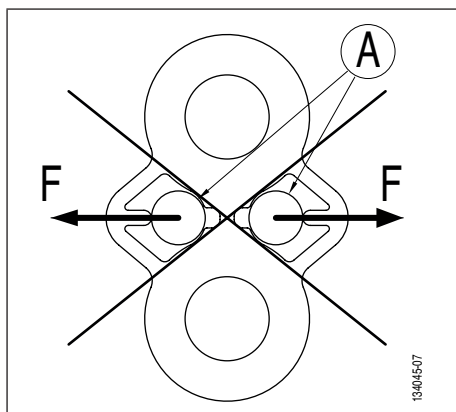

Fig. 5
⚠ PERICOLO: E' severamente vietato agganciare i perni del grillo ai bracci di ritegno (Fig. 5, pag. 45).
2. Verificare che la placchetta per test di rottura TA sia correttamente fissata (Fig. 2, pag. 44 e Fig. 5, pag. 45).